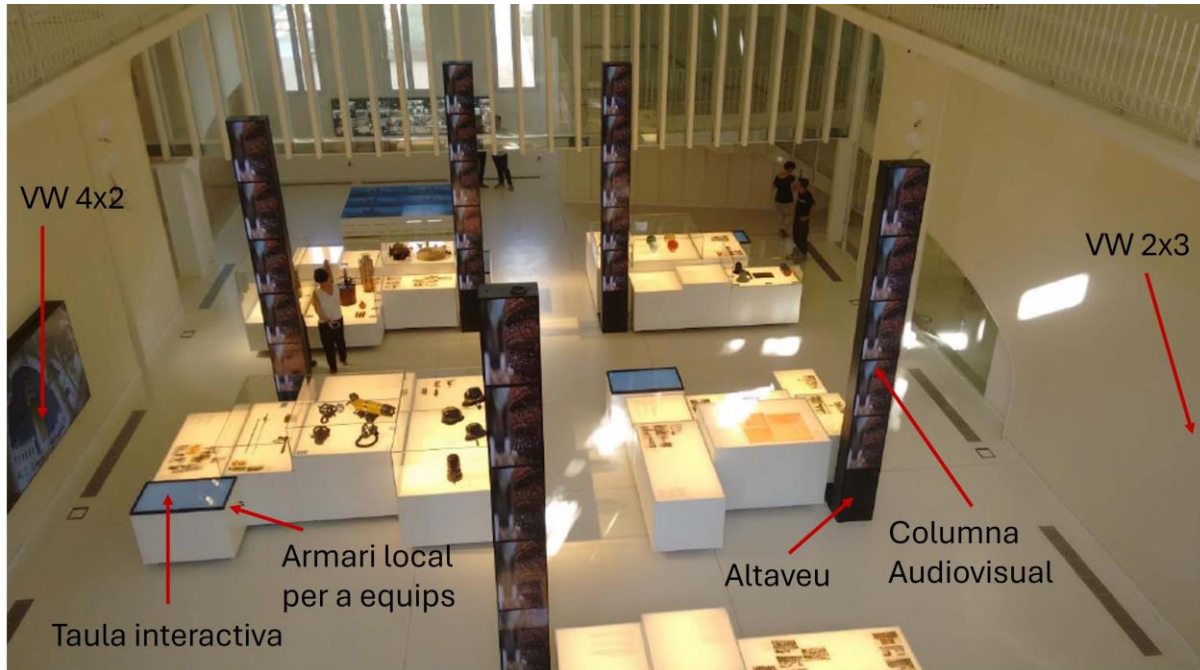

Figura 1. Instal·lació audiovisual actual
- ✓ Funcionament en mode Col·lapse: Aquest mode s'activa a través del PC de control o un sistema automatitzat a través d'un botó físic connectat al sistema, ubicat al rack de comunicacions (veure figura 1). Quan s'activa aquest mode, de forma automàtica s'executen diferents accions: les